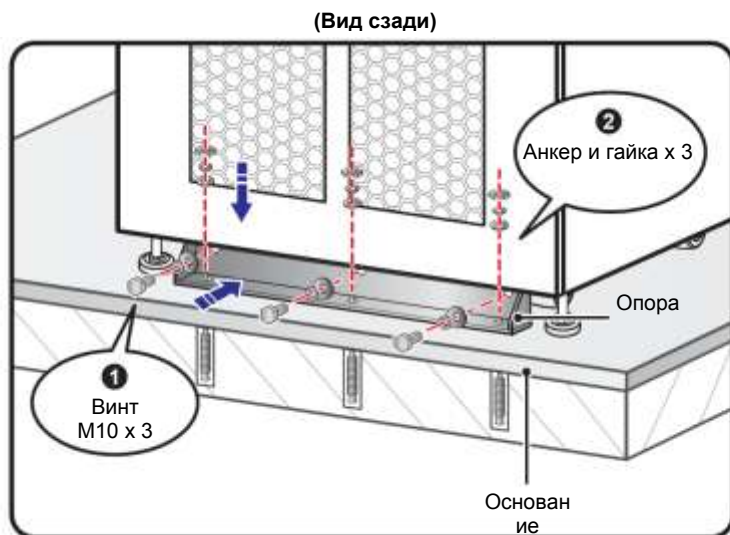

Рисунок 5-4: Установка опоры сзади ИБП
- 4) Используйте 17-мм торцевой ключ и три винта М10 **1** (первоначально используемых для закрепления задней опоры на паллете) для установки этой опоры (снятой во время распаковки) в задней части ИБП. Используйте два анкерных болта **2** (предоставленных квалифицированным персоналом сервиса) для крепления задней выравнивающей опоры ИБП к основанию. См. **Рисунок 5-4**.